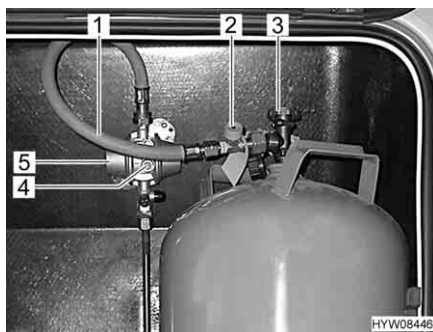

Fig. 30 Raccordo bombola del gas
- Chiudere la valvola principale di arresto (Fig. 30,3) della bombola del gas. Osservare la direzione della freccia.
- Svitare manualmente il tubo del gas (Fig. 30,1), dalla bombola del gas (filettatura sinistrorsa).
- Premere con forza il dispositivo antirottura della tubazione (Fig. 30,2) e tenerlo premuto per ca. 5 secondi.
- Premere con forza il pulsante verde (Fig. 30,4) del regolatore di pressione del gas (Fig. 30,5) e tenerlo premuto per ca. 5 secondi. La sorveglianza della pressione è attivata.